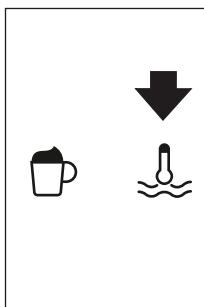

Рис. 27
- ▶ Нажмите значок Ⓡ (B13) (Рис. 27).